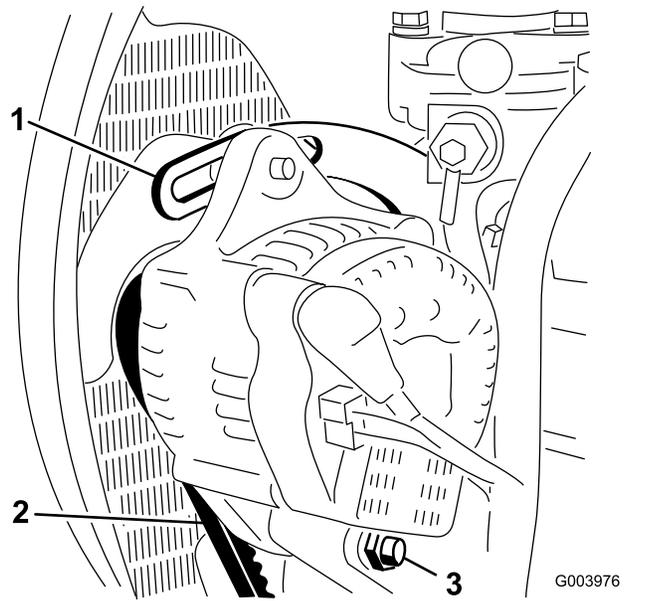

図 71
2. オルタネータ側プーリとクランクシャフト側プーリ間の中央部でオルタネータベルト (図 71) を指で 10 kg 程度の力で押し、ベルトの張りを点検する。
3. ブレースをエンジンに固定しているボルト 図 71 と、オルタネータをブレースとピボットボルトに固定しているボルトをゆるめる。